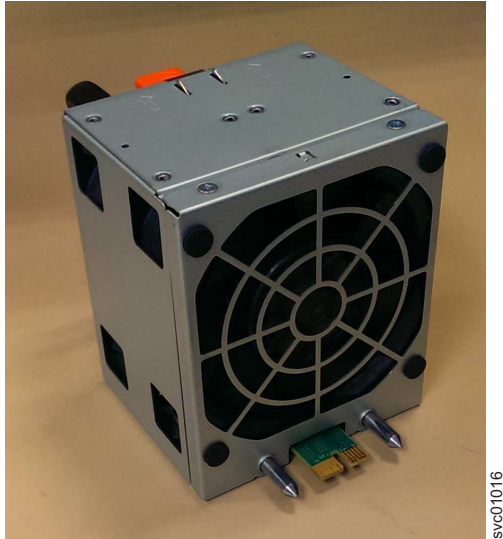

Abbildung 101. Lüftermodulausrichtung
1. Halten Sie das Lüftermodul so, dass der Lösehebel oben und der Kontaktstift unten ist (siehe Abb. 101).